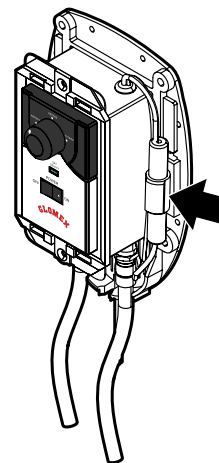

Fig. 33
- Rimuovere il fusibile bruciato dalla sede indicata in **Fig. 33** e sostituirlo con uno nuovo (**tipo T 3A15 5x20**, cioè fusibile di tipo ritardato a tubo, diametro 5 mm e lunghezza 20 mm, corrente nominale 3 ampere e tensione nominale 15 Volt).